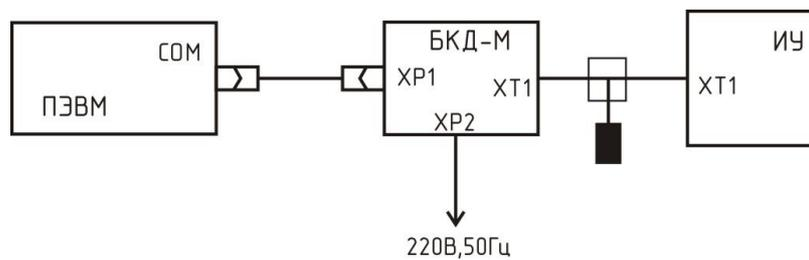

Рисунок 16
- 1) Подключить к выходу ИПЛ блока БКД-М соблюдая полярность блок ИУ, а также терминатор (рисунок 16).